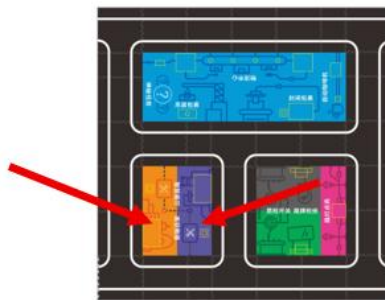

图 2.4.6 高中组智慧餐厅可能摆放位置
**高中组：**该任务点位置可能出现在图 2.4.6 所示两个位置中的一个，即任务 4 摆放位置有随机性，实际任务位置将于活动当天调试前进行公布。